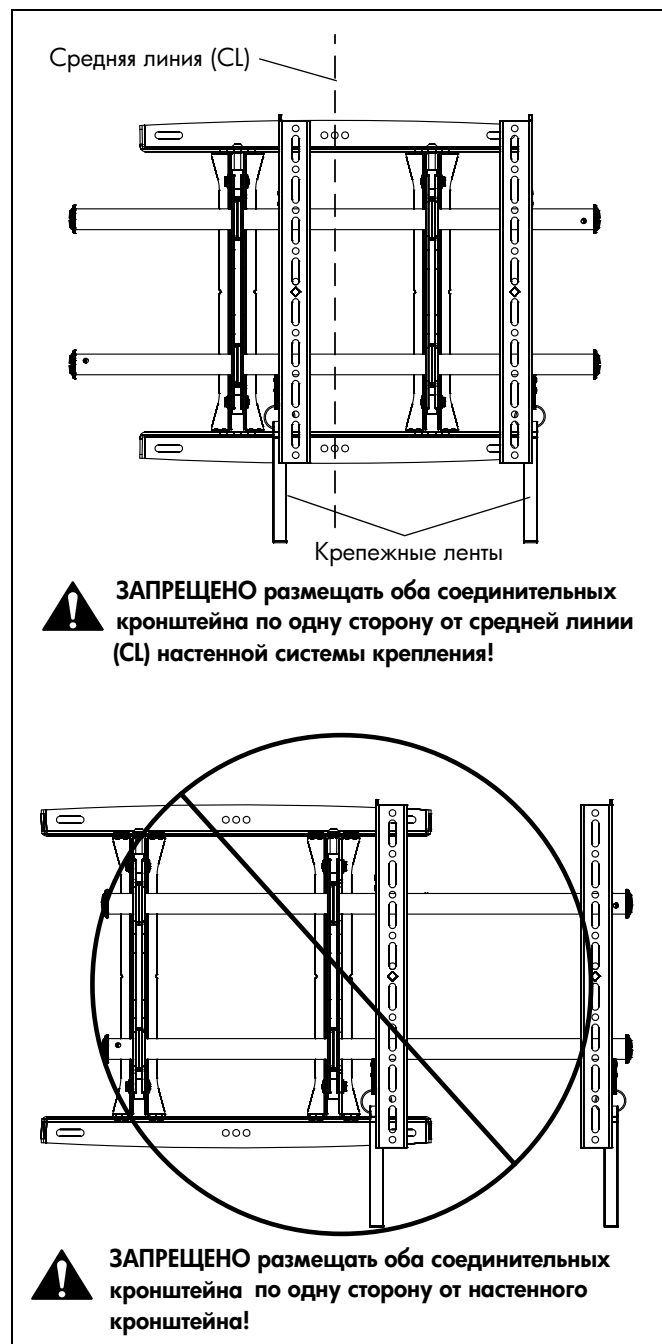

рис. 8
1. Отрегулируйте длину крепежной ленты Velcro® (при необходимости) так, чтобы она не выступала за нижний край экрана. (См. рис. 8)
**ПРИМЕЧАНИЕ.** ЗАПРЕЩЕНО размещать оба соединительных кронштейна по одну сторону от настенного монтажного кронштейна. (См. рис. 8)
**ПРИМЕЧАНИЕ.** ЗАПРЕЩЕНО размещать оба соединительных кронштейна по одну сторону от средней линии настенной системы крепления! (См. рис. 8)